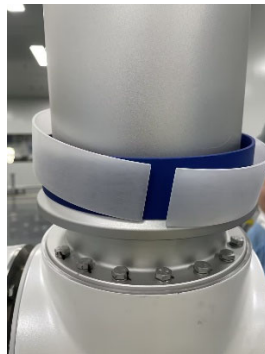

图 3-11 取下上臂橡胶环和支撑环
- 轻轻取下橡胶环，并将其环绕在上臂上，取下支撑环，如图 3-11 所示：